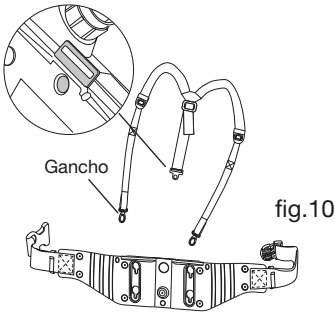

fig.10
2. Coloque las bandoleras según desee y luego coloque los dos ganchos en los agujeros correspondientes a cada lado del cinturón (véase la fig.10)